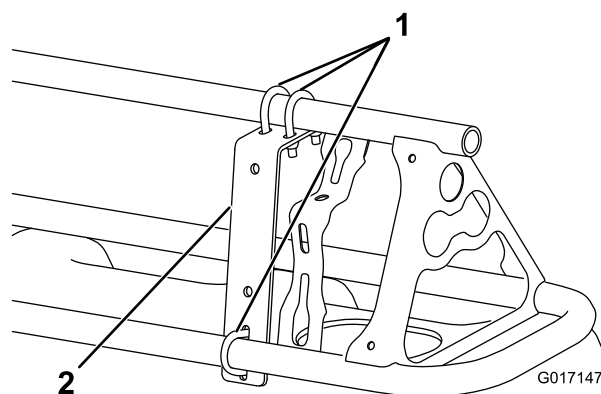
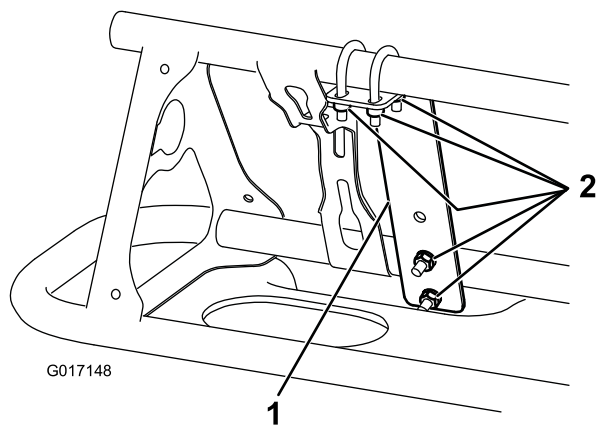

Figura 5
Figura 6
1. Installate una staffa di montaggio sul lato anteriore di ogni barra vicino all'ugello più esterno con 3 cavallotti e 6 dadi flangiati (1/4 pol.) (Figura 5 e Figura 6).